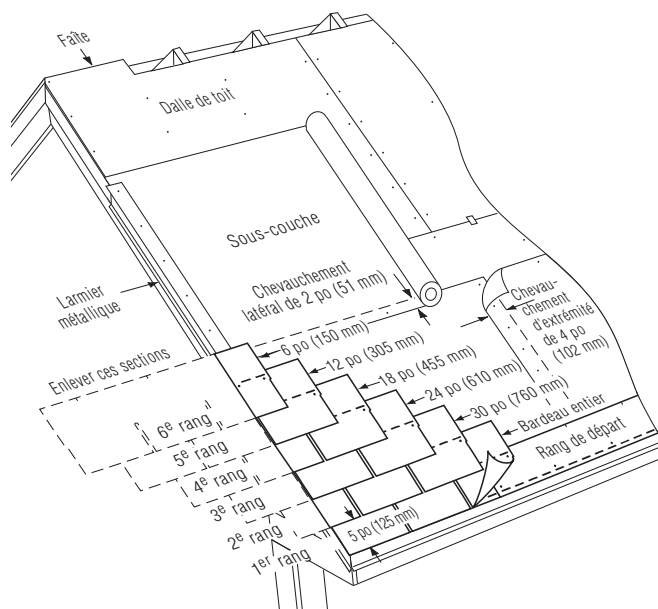

Figure 10-8 : Pose des six premiers rangs sur une pente standard.
**PREMIER RANG :** Poser un bardeau entier sur le coin inférieur gauche du toit. Aligner les jupes à égalité avec les bords du rang de départ. De cette façon, l'adhésif de la bande de départ adhèrera aux jupes du premier rang et les empêchera de se soulever par grand vent (figure 10-8).
1. Retrancher 6 po (152 mm) du côté gauche d'un bardeau et poser la pièce de 30 po (762 mm) restante par-dessus et au-dessus du bardeau du premier rang, en l'alignant avec le bord gauche du rang de départ. Laisser les jupes de 5 po (127 mm) du bardeau du premier rang à découvert (*figure 10-8*).
2. Retrancher 12 po (305 mm) du premier bardeau du troisième rang, 18 po (457 mm) du premier bardeau du quatrième rang, 24 po (610 mm) du premier bardeau du cinquième rang et 30 po (762 mm) du premier bardeau du sixième rang. Poser chaque bardeau en alignant son côté gauche avec le rang précédent (*figure 10-8*).